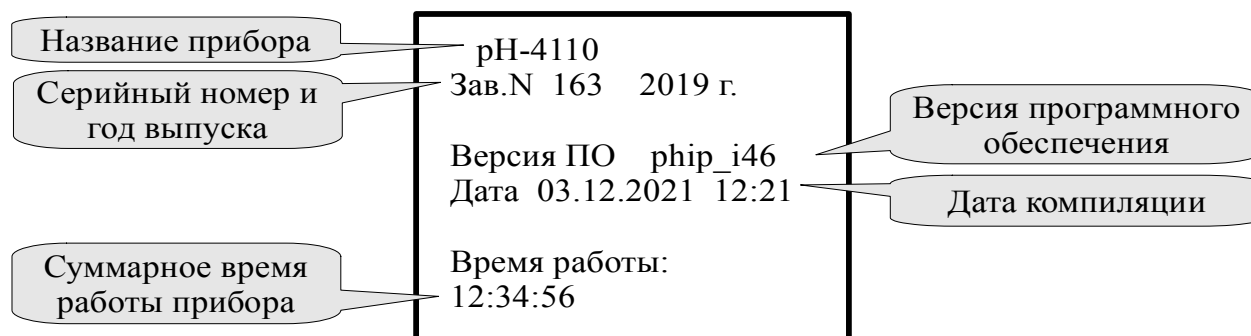

Рисунок 23 - Просмотр сведений о приборе
3.3.8.1 В этом меню (Рисунок 23) можно просмотреть название прибора, серийный номер и год выпуска, версию программного обеспечения, установленного в данном рН-метре.